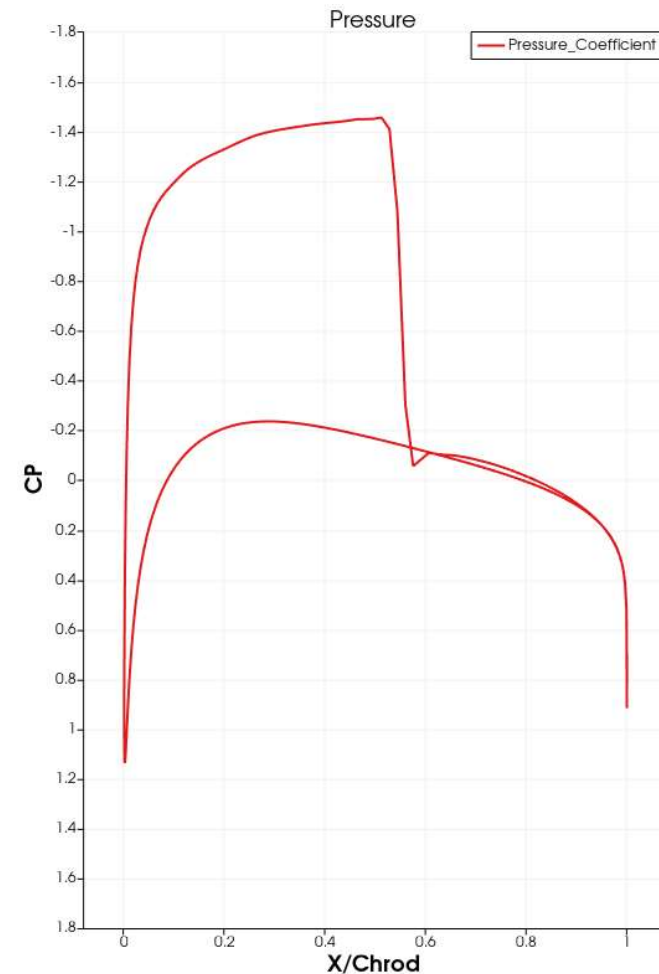

Fig. 14 Cp 그래프
본 해석에서 얻어진 압력 분포를 무차원화 하여 Fig. 14 (C_p 그래프)와 같이 나타내었다.
- Fig. 14의 C_p 분포는 앞전 저압 피크 – 상부 초음속 영역 – 충격파 불연속 – 후연부 회복 이라는 전형적인 Transonic 에어 포일 특성을 보여준다.